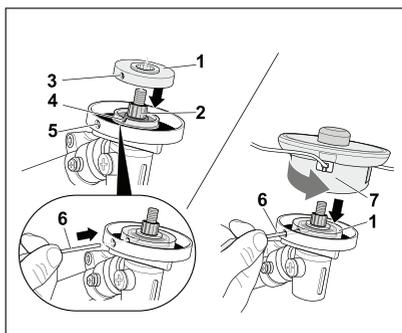

Fig. 04
- Para montar o carretel, insira o disco espaçador (1) no eixo (2), (Fig. 04).
- Em seguida use a chave Allen (6) para travar o disco (1). Insira a chave (6) no orifício (5) e a faça coincidir com o (3) e com o (4) para travar o conjunto. Em caso de alinhamento incorreto, não é possível proceder à montagem do carretel.
- Com o conjunto travado pela chave (6), insira o carretel no eixo (2) e gire no sentido anti-horário, para fixá-lo. Aperte bem para não soltar.
- Remova a chave (6) do conjunto, e a roçadeira estará pronta para ser usada com o carretel de fio de nylon.